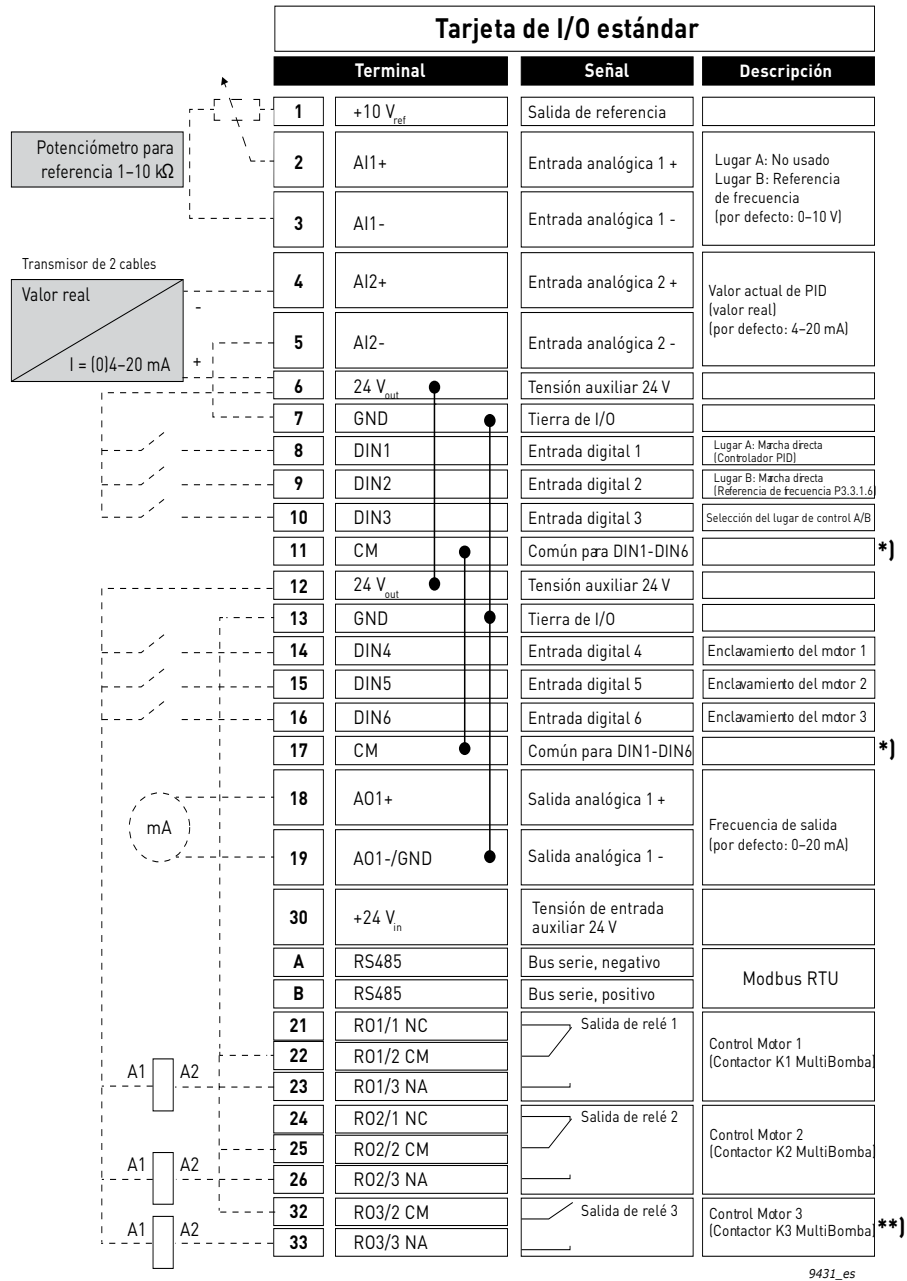

Figura 12.
**) Figura 12. Muestra el convertidor estándar. Si se hace el pedido con el código de opción +SBF4, la salida de relé 3 es sustituida por una entrada de termistor. Consulte el *Manual de instalación*.